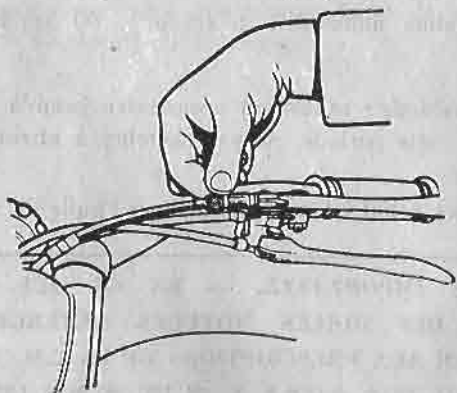

FIG. 3. — Réglage de la garde du levier à main de débrayage
15. RÉGLAGE DE LA GARDE DU LEVIER À MAIN DE DÉBRAYAGE (fig. 3).